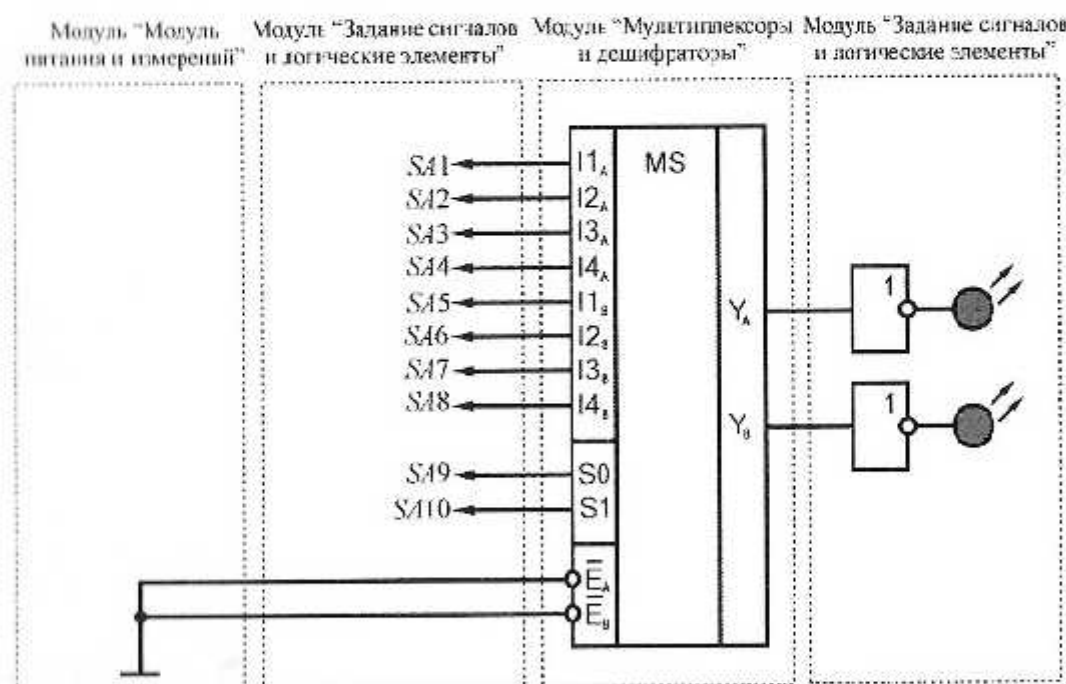

Рис. 3.3. Схема электрическая соединений лабораторных модулей для изучения мультиплексора типа *74HC153N*
2. Согласно рис. 3.3 выполнить электрические соединения модулей для изучения мультиплексора типа *74HC153N*. **Монтаж схемы производить при отключенных автоматических выключателях и переключателях питания.**
Состояния выходов Y_A и Y_B контролировать при помощи светодиодов на выходе буферных элементов (рис. 3.3). Для задания логических уровней на входах разрешения $\bar{E}_A$ и $\bar{E}_B$ соединять соответствующие выводы с выходом +5В (логическая 1) или общим выводом (логический 0) модуля «Модуль питания». Задавая различные комбинации логических уровней на входах данных $I1...I4_A$, $I1...I4_B$, адресных $S0$, $S1$ и разрешения $\bar{E}_A$, $\bar{E}_B$ заполнить таблицу истинности мультиплексора типа 74HC153N (табл. 3.3).